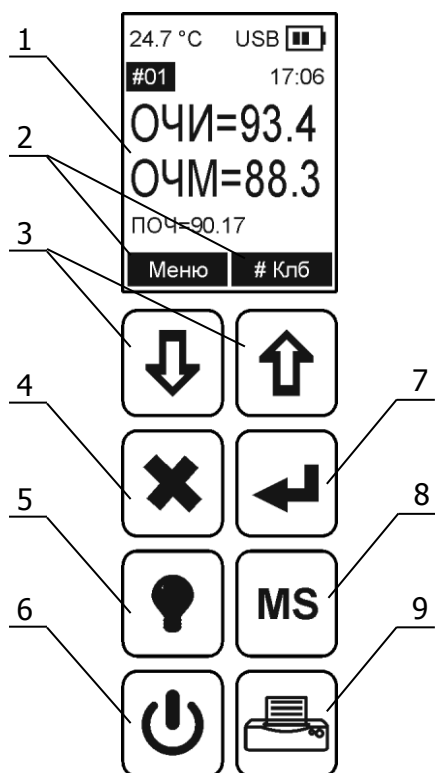

Рисунок 3 — Лицевая панель электронного блока
1.6.5 На лицевой панели электронного блока (рисунок 3) расположены:
2.3.1 Для включения октанометра нажать кнопку 6 (рисунок 3). Октанометр включится при условии, если аккумуляторная батарея имеет достаточный уровень заряда.
2.3.2 Для выключения октанометра повторно нажать и удерживать в течении 3 секунд кнопку 6 (рисунок 3).
2.4.2 Для включения подсветки нажать кнопку 5 (рисунок 3).
2.4.3 Для выключения подсветки повторно нажать кнопку 5 (рисунок 3).